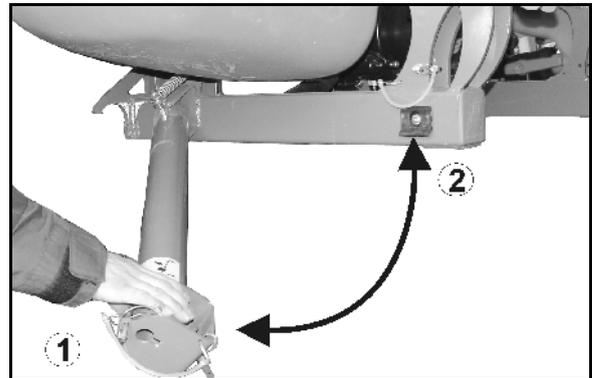

Рис. 27
- откиньте назад (Рис. 27/1) в парковочное положение.
- откиньте вперед (Рис. 27/2) в транспортное положение.